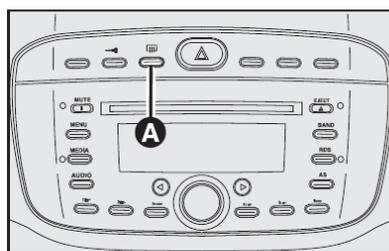

fig. 56
DESEMBAÇAMENTO/DESCONGELAMENTO DO VIDRO TRASEIRO TÉRMICO - fig. 56
- vidro traseiro térmico (para acionar/desacionar somente vidro traseiro térmico, pressionar o botão **A** - **fig. 56**);